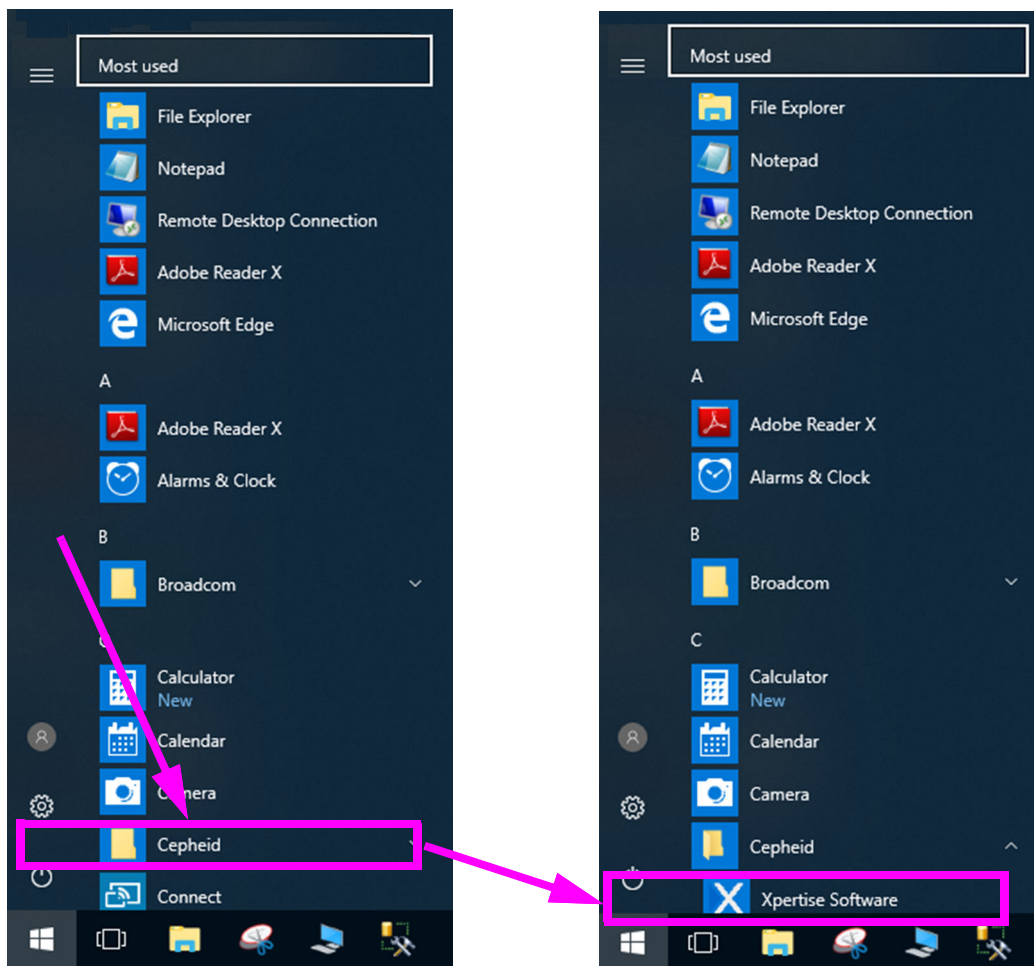

図 2-7. プログラムメニューからの Xpertise Software の起動 - Windows 10
- Windows タスクバーでアイコンを選択し、**Cepheid -> Xpertise Software** を選択します。図 2-7 を参照。